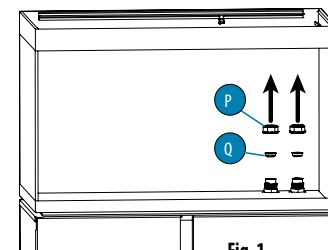

Fig. 1
1. Desenrosque manualmente a tampa (P) e remova a tampa (Q) da abertura (O) (Fig. 1). **IMPORTANTE: guarde as tampas (P) e (Q) para qualquer utilização futura.**
1. Desenrosque manualmente a tampa (P) e remova a tampa (Q) da abertura (I) (Fig. 1). **IMPORTANTE: guarde as tampas (P) e (Q) para qualquer utilização futura.**